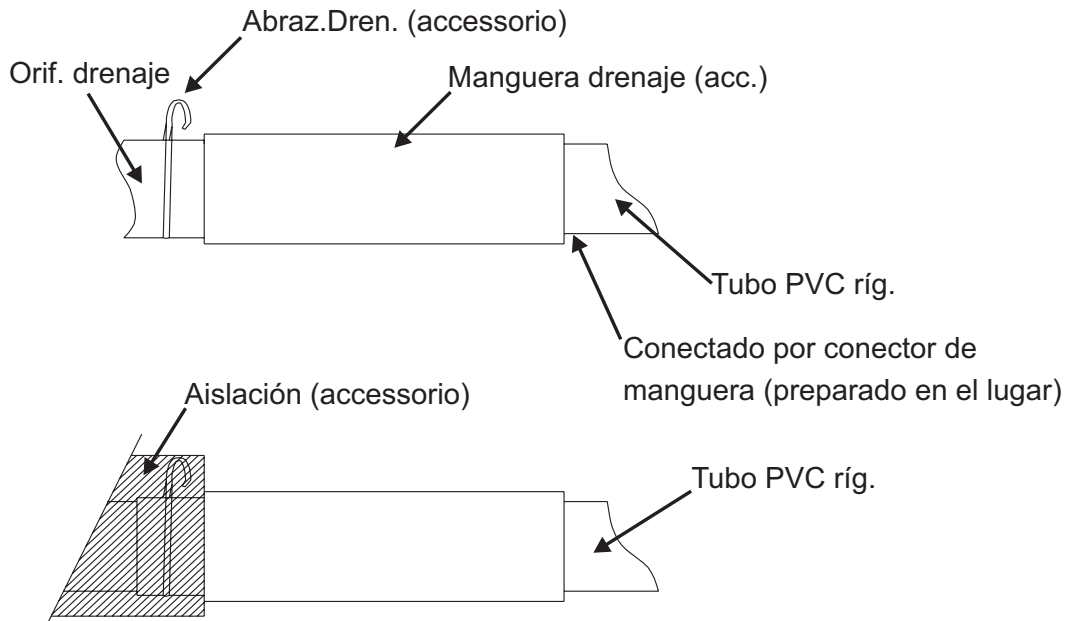

Fig.12
3. Inserte la manguera de drenaje hasta conectar correctamente a la abertura de drenaje, y luego fíjela firmemente con la abrazadera (accesorio). (Fig. 12).
4. Después de verificar el drenaje, envuelva la manguera con la aislación y abrazaderas (accesorio). (Fig.12)